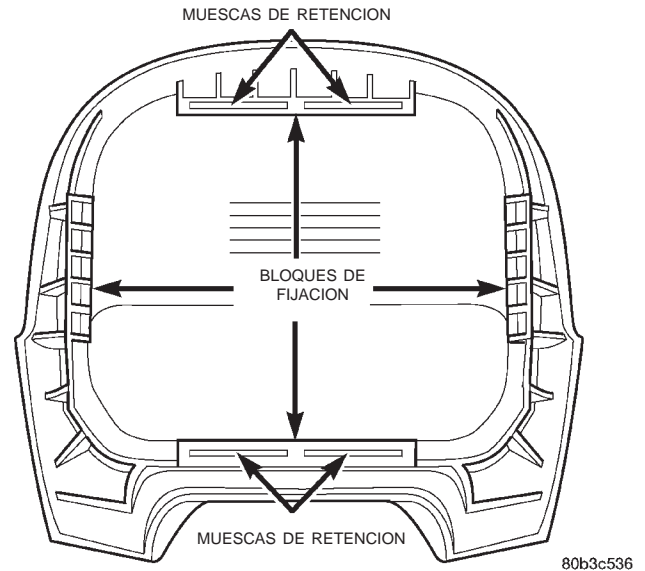

Fig. 7 Desmontaje e instalación de la cubierta tapizada del airbag del lado del conductor
(6) Retire el ojal del cable de masa del conmutador del claxon del espárrago superior del alojamiento del airbag.
(7) Suelte los cuatro bloques de fijación de la cubierta tapizada del borde que rodea el límite exterior del alojamiento del airbag del lado del conductor y retire el alojamiento de la cubierta (Fig. 7).
(3) Instale el ojal del cable de masa del conmutador del claxon sobre el perno superior del alojamiento del airbag.
(4) Instale los retenes superior e inferior de la cubierta tapizada del airbag sobre los espárragos del alojamiento del airbag. Asegúrese de que las lengüetas de cada retén estén encajadas en las ranuras de retención de los bloques de fijación superior e inferior de la cubierta tapizada (Fig. 7).
(5) Instale y apriete las tuercas de instalación de retén de la cubierta tapizada en los espárragos del alojamiento del airbag. Apriete las tuercas con una torsión de 6,8 N·m (60 lbs. pulg.).
(6) Instale el retén del conector del cable de masa del conmutador del claxon dentro del orificio de instalación en el retén superior de la cubierta tapizada.
(7) Instale el módulo de airbag del lado del conductor en el volante de dirección. Consulte los procedi-